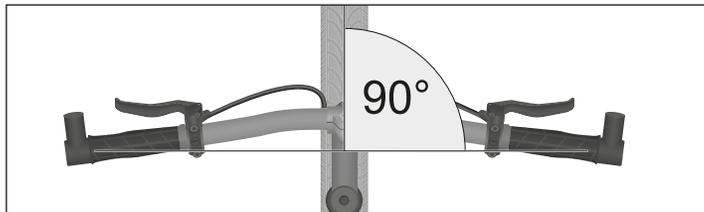

Abb.: E-14 Korrekte Einstellung der Lenkerrichtung.
4. Stellen Sie die Lenkerrichtung so ein, dass der Lenker im Winkel von 90° zum Vorderrad steht (siehe Abb.: E-14).